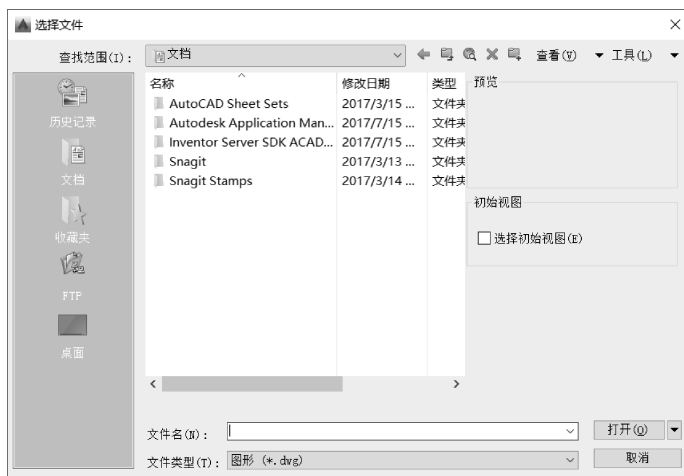

图 1-27 “选择文件”对话框
1) 选择上述方式之一输入命令后，可以打开“选择文件”对话框，如图 1-27 所示。通过对话框的“查找范围”下拉菜单选择需要打开的文件，AutoCAD 的图形文件格式为 \*.dwg 格式（在“文件类型”下拉列表框中显示）。